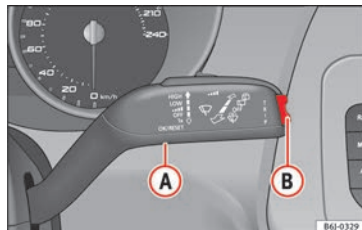

Abb. 74 Scheibenwischerhebel: Taste **(A)** und Wippe **(B)**.
– Bei eingeschalteter Zündung kurz die Taste **» Abb. 74 (A)** am Scheibenwischerhebel betätigen, um zwischen den beiden Speichern zu wechseln.
In der Multifunktionsanzeige (MFA) kann durch Betätigen der Wipptaste **» Abb. 74 B** am Scheibenwischerhebel zwischen folgenden Anzeigen gewechselt werden:
Sobald Sie die gewünschte Geschwindigkeit erreicht haben, rufen Sie im Menü die Option „Geschwindigkeitswarnung“ auf und betätigen die Taste »» **Abb. 74 A** (RESET). Damit wird die angezeigte Geschwindigkeit abgespeichert. Sobald die angezeigte Geschwindigkeit überschritten wird, wird im Display ein Warntext angezeigt und ein Warnsignal ist zu hören.¹⁾
Die Geschwindigkeitswarnung kann durch Drücken der Taste (RESET) ausgeschaltet werden. Die Geschwindigkeit kann mit der Wippe »» **Abb. 74 B** in Intervallen von 5 km/h und innerhalb von 5 Sekunden nach der ersten Festlegung geändert werden.